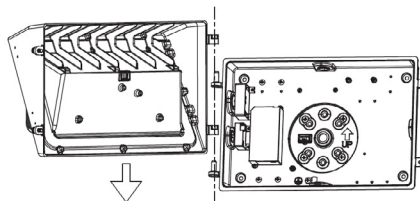
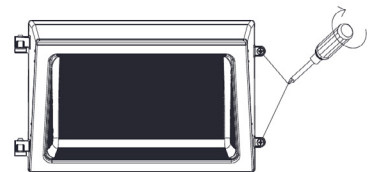

Fig. 1.8
Fig. 1.9
7. Remettre le couvercle avant du luminaire sur la plaque de montage (Fig. 1.8) et resserrer les deux vis sur le côté du luminaire (Fig. 1.9). Ne pas oublier de reconnecter le connecteur rapide déconnectable avant de fermer le luminaire.